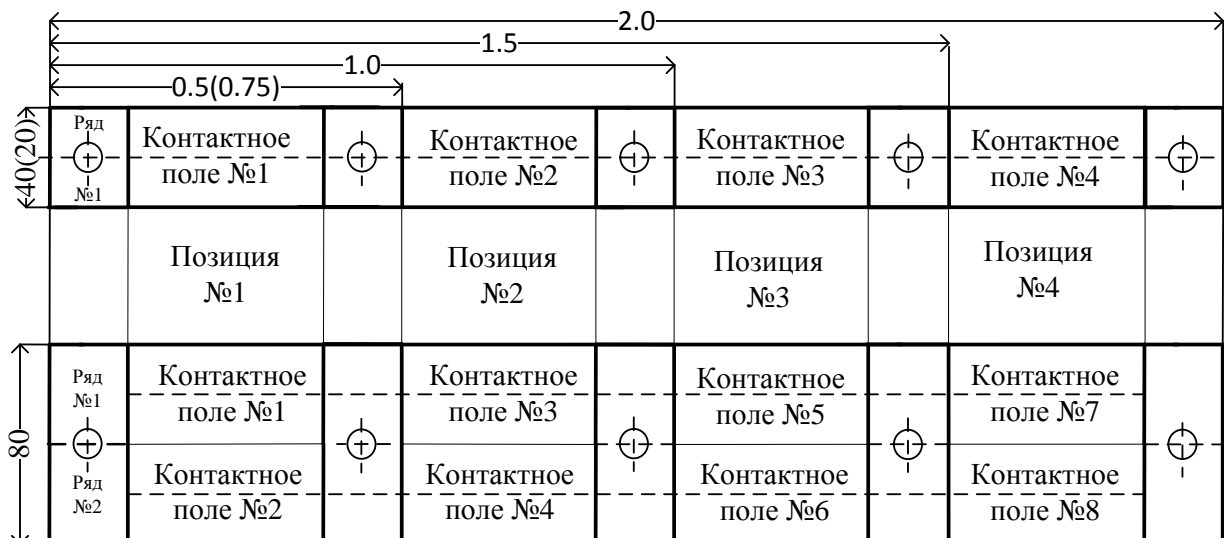

Рисунок 8. Количество контактных полей в зависимости от количества рядов, номера позиции (см. таблицу 4) и длины базовой конструкции шин ШЗУП-М
Размещение поля по № позиции (см. рис. 8)
- 2) На двухрядных шинах (см. рис. 8), независимо от номера ряда, слева располагаются контакты с максимальным диаметром контактного стержня, далее с меньшим диаметром. При этом в обоих рядах расположение контактов одинаково. В том случае, если количество контактов определенного диаметра нечетное, то контакт располагается в верхнем ряду, а в нижнем ряду место остается свободным.